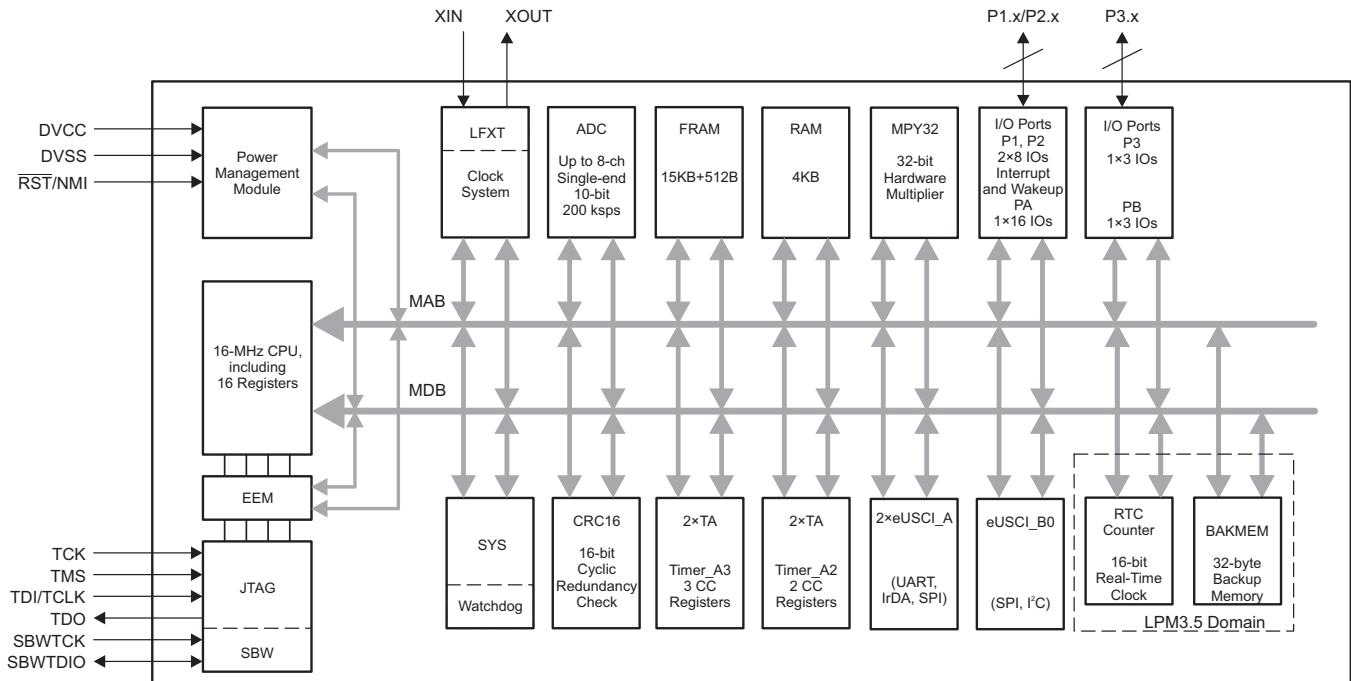

図 1-1. 機能ブロック図
機能ブロック図を、図 1-1に示します。
• <a href="#">図 1-1「機能ブロック図」</a> のFRAMおよびRAMのサイズを訂正 .....	<a href="#">3</a>